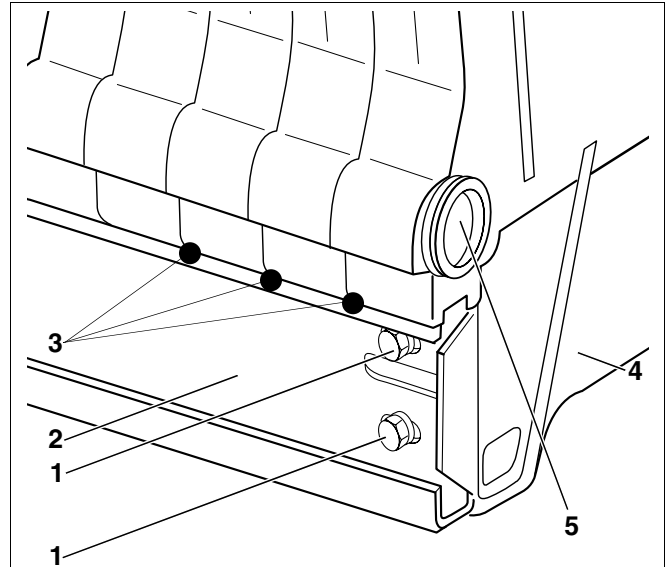

Fig. 20 Etanșarea blocului de cazan
- Pantofii picioarelor elementilor fig. 13, pagina 17 se introduc (fig. 20, **poz. 4**) la elementul final.
- Șina inferioară se fixează de elementul final (fig. 20, **poz. 1**) cu șuruburi M8 x 30 (fig. 20, **poz. 2**) și (fig. 20, **poz. 4**) piulițe.
- După fixarea șinei inferioare la elementul final (fig. 20, **poz. 4**) se desface presa și se înlătură.
- Chitul de etanșare, cum este prezentat în fig. 20, **poz. 3** se dispune punctual.
- Dopurile cu golire (Dopuri de racord $1\frac{3}{4}" \times \frac{3}{4}"$) se etanșează cu garnitură plată la butucul frontal inferior (fig. 20, **poz. 5**, pagina 22) al cazanului. Constructiv poate fi instalat un robinet de golire.